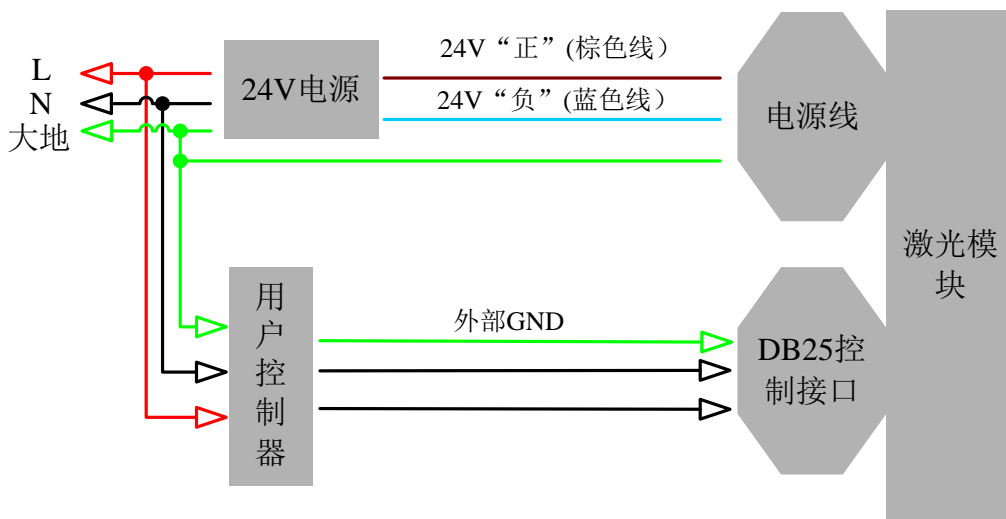

图 7 电气连接图
- c) 请确认外部控制器的控制接口与激光器相匹配，将控制电缆接在激光器控制接口上，并可靠固定，推荐电气连接图如图 7 所示。
- e) 针 22 为 Enable 信号, 该信号应在其他针 (2、3) 改变前提前至少 10us 变为高电平状态, 并在其他针完成改变后延时至少 10us 变为低电平状态, 整个调节过程的时序如图 7 所示。